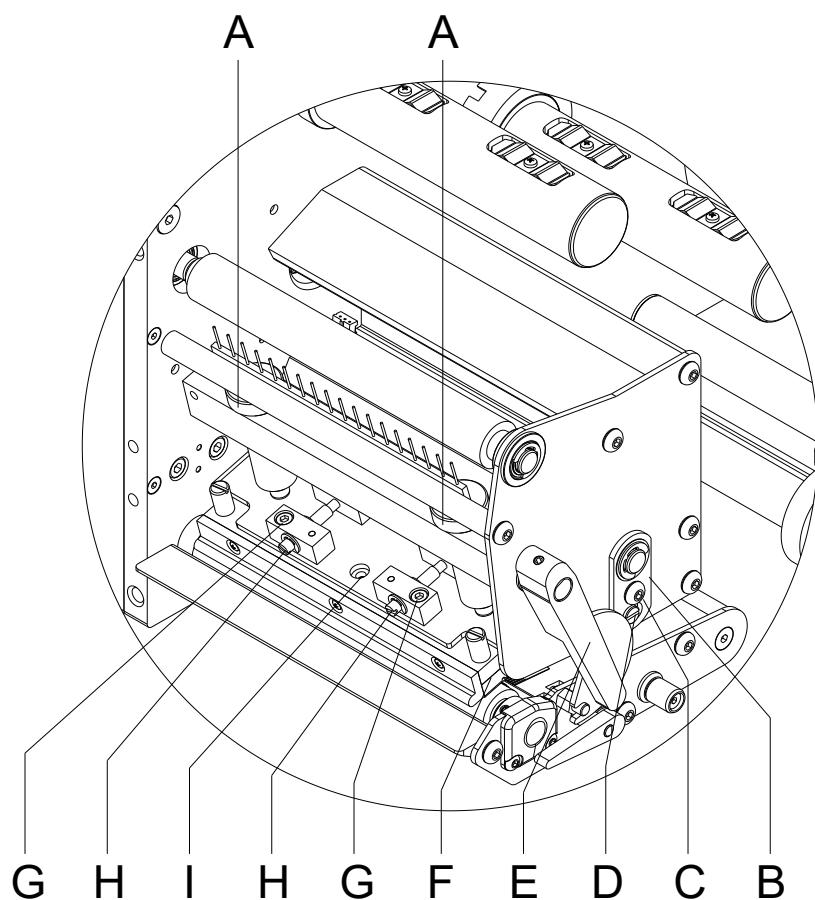

Figure 18
Après avoir réglé le parallélisme s'il n'y a pas de pression régulière sur la largeur d'impression complète on peut cela régler à l'aide d'une plaque réglage (B, Figure 18).
1. Desserrer la vis (C, Figure 18) avec un tournevis environ $\frac{1}{4}$ tours.
2. Tourner l'axe excentrique (D, Figure 18) pour régler la pression et ajuster la tête d'impression jusqu'à l'impression test est correcte et a une bonne qualité.
3. Serrer encore la vis (C, Figure 18).
La pression de la tête d'impression peut être modifiée avec les vis (A, Figure 18) à l'intérieur et/ou à l'extérieur. Une augmentation de la pression de tête conduit sur la partie correspondante à une amélioration du noircissement de l'impression et à un déplacement de passage de film transfert dans le sens correspondant.
1. Tourner les vis (A, Figure 18) pour modifier la pression de la tête d'impression.
2. Tourner les vis (A, Figure 18) en sens des aiguilles d'une montre jusqu'à la fin ça résulte en une augmentation de la pression de 10N à l'égard du réglage d'usine.
3. Tourner les vis (A, Figure 18) exactement une rotation de la fin droite en sens inverse des aiguilles d'une montre cela résulte au réglage d'usine.